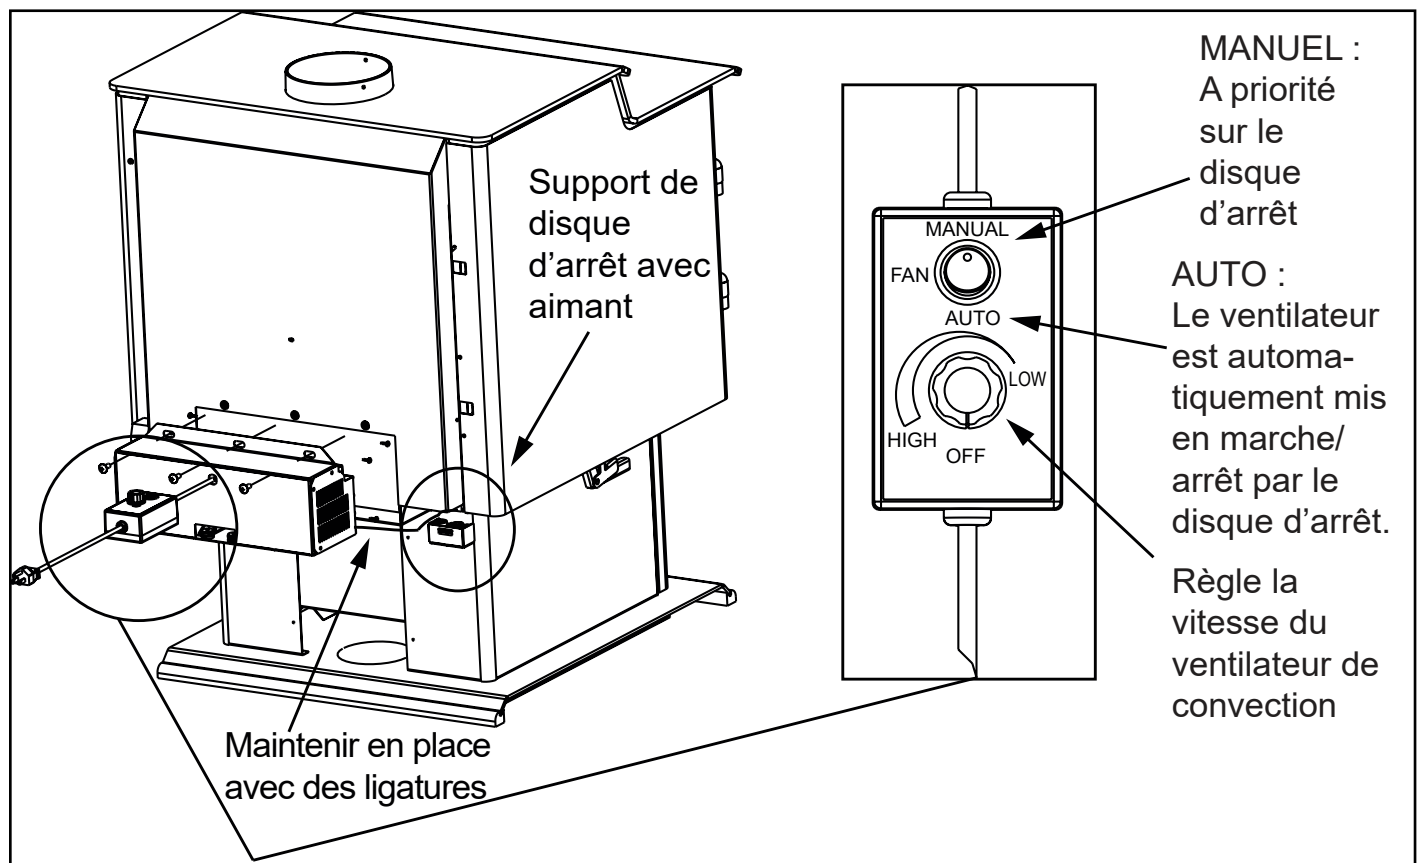

Figure 24.1
2. Alignez les trous de la bride de montage du ventilateur avec les trous sur l'appareil. Le ventilateur refoulant doit être placé sur le côté inférieur arrière du revêtement extérieur, comme illustré à la figure 24.1.